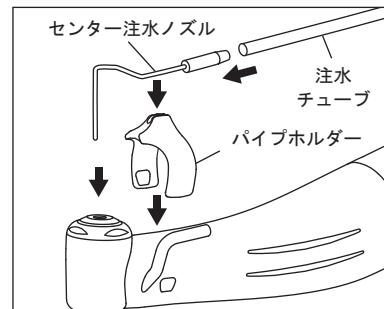

図6
- 3) センター注水ノズルをヘッドの後部にある穴に挿し込み、パイプホルダーの溝に取り付けます。(図6)